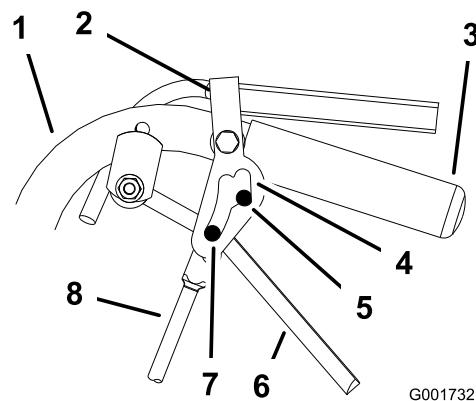

Figure 38
- Déverrouillez et verrouillez le point mort en vérifiant que la roue ne tourne pas (Figure 38). Continuez cette procédure jusqu'à ce que la roue arrête de tourner.